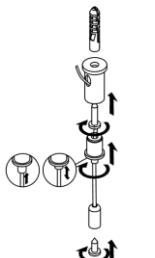

Рисунок 9 – Крепление подвеса.
5.8.5. Закрепите подвесы на креплениях светильника. Выровняйте светильник. Для регулировки длины троса нажмите на кнопку в верхней части крепления троса (см. Рисунок 9).
5.10.2. Распакуйте крепление и установите на светильнике (см рисунок 4, ж). Заведите крепление в паз на корпусе светильника. Для фиксации крепления на корпусе светильника имеются 2 отверстия. Совместите отверстия на креплении с отверстиями на корпусе. Шаг между винтами на креплении должен совпадать с шагом между винтами на корпусе. Вкрутите два винта: M5x8, и M5x80 (стопорный винт – см. рисунок 9), идущие в комплекте, для фиксации крепления на корпусе светильника.